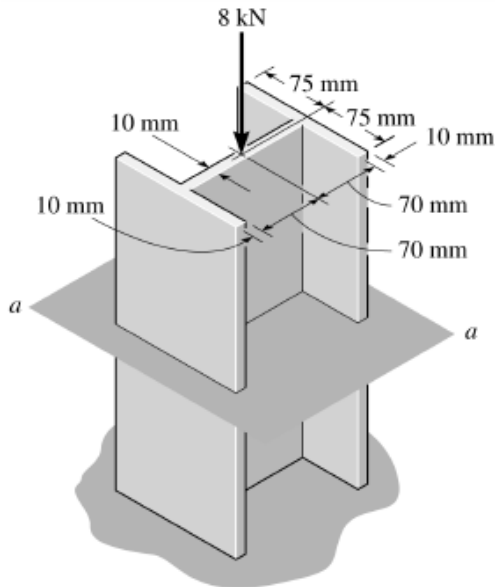

Figura 2.1
2.1.1 A coluna da Figura 2.1 está submetida a uma força axial de 8 kN no seu topo. Determine a tensão normal média que atua sobre a seção a-a. R: $\sigma = 1,818 \text{ MPa}$;